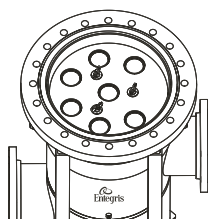

図 19.
9. 押さえ板を蝶ナットとワッシャーで締め付けます (図 19)。